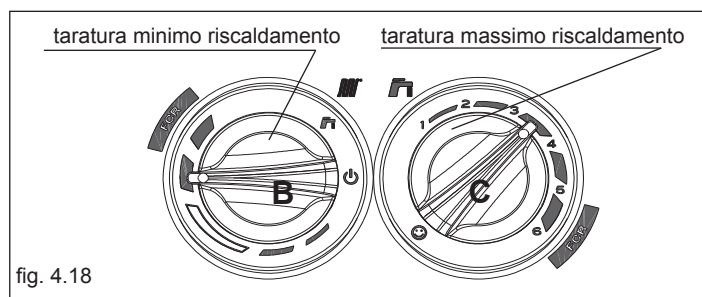

fig. 4.18
- ruotare la manopola di regolazione temperatura acqua riscaldamento B (fig. 4.18) fino a raggiungere il valore di minimo riscaldamento come indicato nella tabella multigas
- ruotare la manopola di regolazione temperatura acqua sanitario C (fig. 4.18) fino a raggiungere il valore di massimo riscaldamento come indicato nella tabella multigas